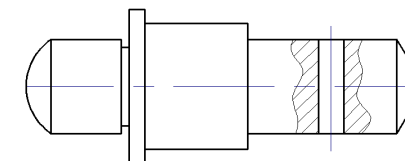

Рис. 16
**Деталь 3** представляет собой тело вращения, состоящее из цилиндров, конусов и сферы (рис. 16).